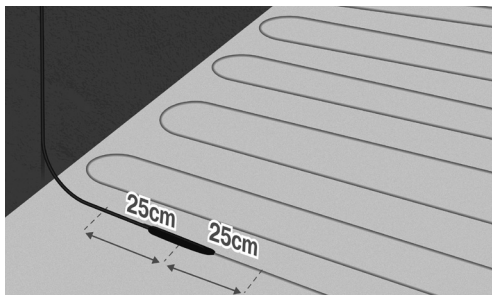

Fig. 9 Placer kablet rett på hver side af skjøt
7. Kablene festes ca. 25 cm på hver side av forbindelsen mellom kaldkabelen og varmekabelen, målt fra senter på skjøten. Pass på at du starter slik at kaldkabelen rekker opp til termostaten. (Fig. 9).